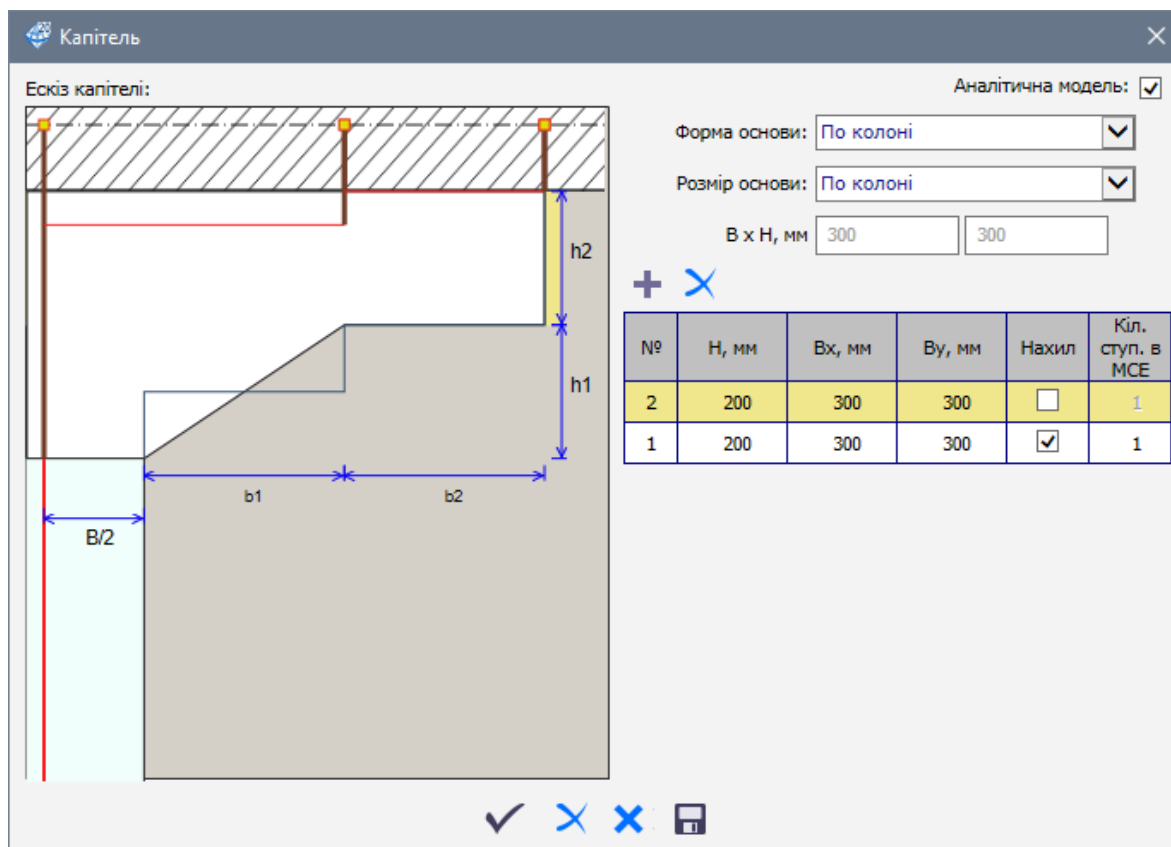

Рис. 23.6. Діалогове вікно **Капітель**
- Викличте діалогове вікно **Капітель** (рис. 23.6) натисканням по кнопці  у рядку властивостей інструменту **Колона**.